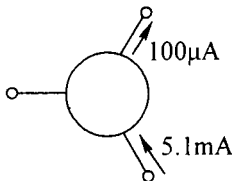

图 T1.2
2. 一只晶体管的电流放大系数 β 分别为 50, 现测得放大电路中这只管子两个电极的电流如图 T1.2 所示。求另一电极的电流, 标出其实际方向, 判断 e、b、c 极, 并在圆圈中画出该晶体管的符号。